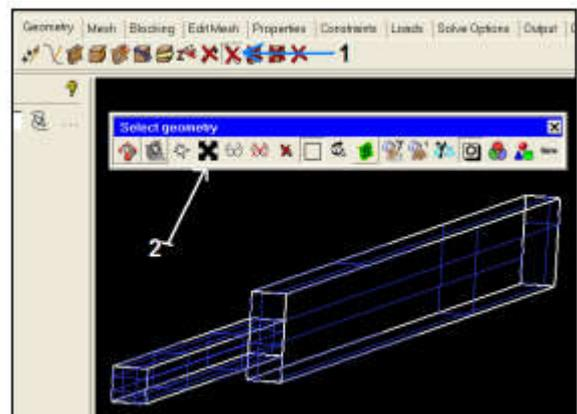

Figure 8
Avant de nommer les surfaces supprimer toutes les lignes en suivant les instructions de la figure 8. Suivre les instructions de la figure 9 pour nommer les différentes surfaces de la géométrie. Les noms sont donnés dans la figure 10-a et b; les noms seront affichés dans
*Remarque :* En ce qui concerne la commande 1 de la figure 8 il faut cliquer avec le bouton droit de la souris sur **Parts** pour faire apparaître la liste déroulante.
*Remarque* : En ce qui concerne la commande 1 de la figure 8 il faut cliquer avec le bouton droit de la souris sur **GEOM** pour faire apparaître la liste déroulante.